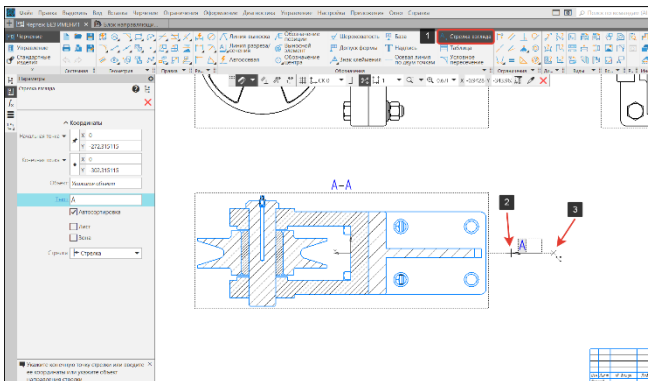

Рисунок 390 – Команда Стрелка взгляда
- В панели обозначения выберем команду Стрелка взгляда (1) (Рисунок 390);
- На графическом поле укажем первую точку (2). К этой точке будет привязана стрелка взгляда;